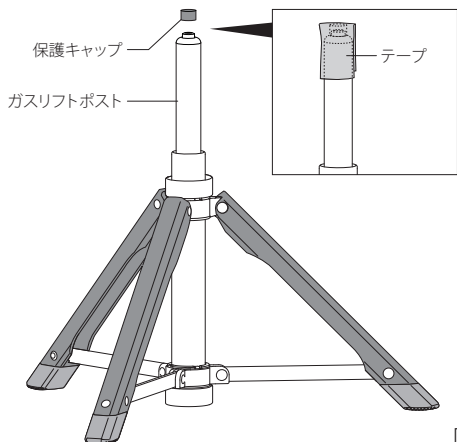

図1
1. ガスリフトポスト先端のテープをはがし、保護キャップを取り外します (図1)。